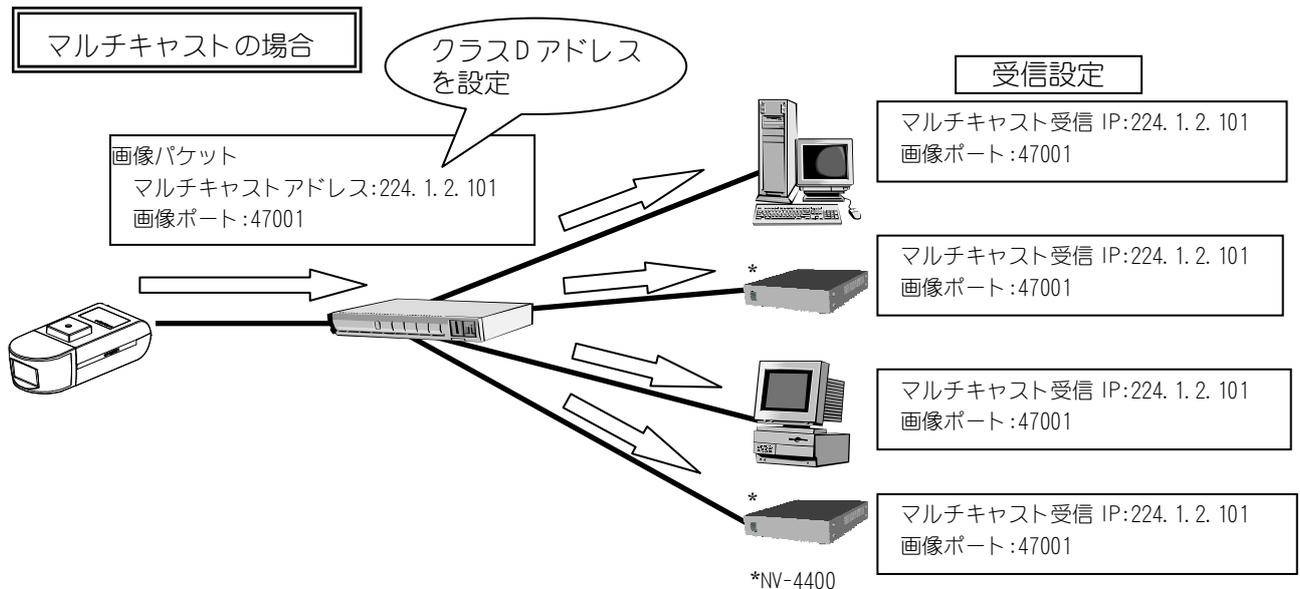

図 15-4 マルチキャストアドレス 画像ポートについて
- (1) マルチキャストアドレスは、RTP/UDP/IP プロトコルで画像配信される際の宛先 IP アドレスです。
- (2) マルチキャストアドレスにクラスDの IP アドレスを指定するとマルチキャスト配信が行えます。
- (3) マルチキャストアドレスに受信側機器の IP アドレスを指定すると RTP/UDP/IP プロトコルによるユニキャスト画像配信も行えます。
- (4) 画像ポートは、画像データを通信するためのポートです。1024~65535 の範囲で設定できます。
- (5) 図 15-4にその該略図を示します。